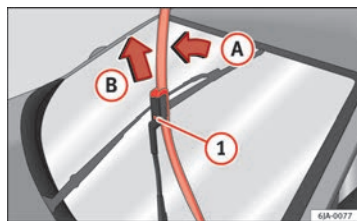

Fig. 67 Las escobillas de los limpiaparabrisas
- Retire el brazo del limpiaparabrisas desde el cristal moviendo ligeramente la escobilla en el sentido del brazo – flecha (A) ⇒ fig. 67.
- Con la otra mano desbloquee el seguro ① y saque la escobilla en el sentido de la flecha (B).